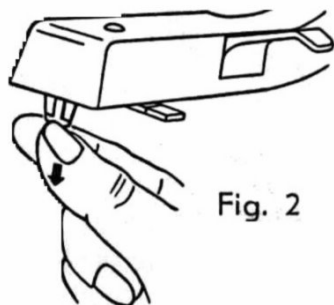

Fig. 2
1.2 Nadelschutzkappe vom Tonarm nach unten abziehen (Fig. 2).
- 1.2 Pull the protective cap of the needle downwards off the tone arm (Fig. 2).
- 1.2 Exercer une traction vers le bas pour enlever, du bras de pick-up, la coiffe protectrice de l'aiguille (Fig. 2).